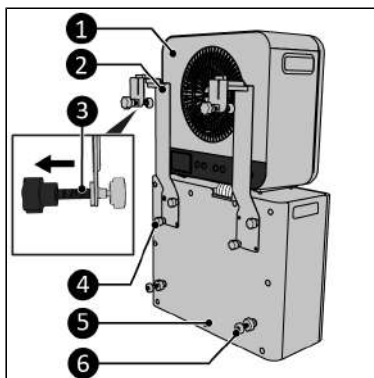

Abbildung 53.
1. Platzieren Sie das Innengerät (Abbildung 53, Pos. 1) lose auf dem Außengerät (Abbildung 53, Pos. 5).
2. Entfernen Sie die vier Schraubkappen (Abbildung 53, Pos. 4).
3. Befestigen Sie beide Caravan-Halterungen (Abbildung 53, Pos. 2) an der Außeneinheit indem Sie zwei Schrauben pro Halterung (Abbildung 53, Pos. 4) festziehen.
4. Achten Sie darauf, die Einstellschrauben (Abbildung 53, Pos. 3) so weit wie möglich herauszudrehen.
5. Befestigen Sie die Abstandshalter (Abbildung 53, Pos. 6) an der Außeneinheit (Abbildung 53, Pos. 5).
13. Stellen Sie sicher, dass das Außengerät waagrecht steht, indem Sie die Abstandsschrauben (Abbildung 53, Pos. 6) einstellen.